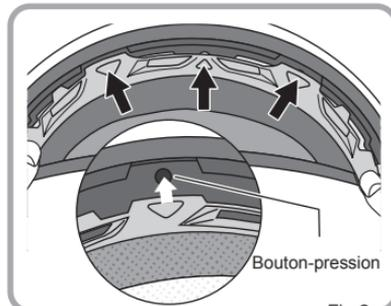

Fig.2
2. Insérez les 3 boutons-pression sur le devant comme montré sur la Fig.2.